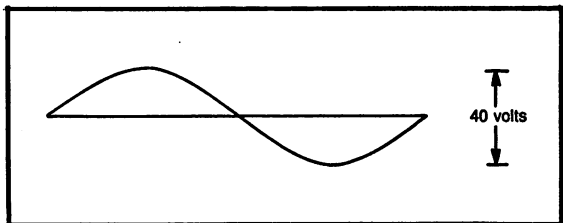

Fig. 11-6. Problem 11.
- (11) Figure 11-6. Given? _____